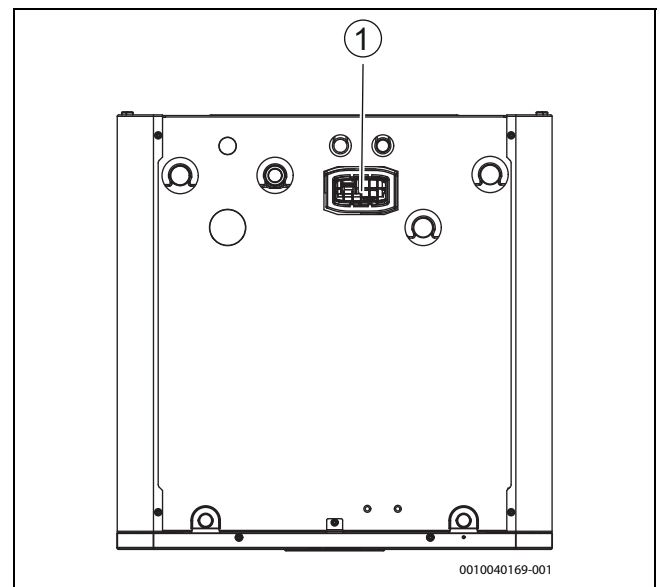

Bild 21 Connect-Key platzieren
- ▶ Modul in den Halter einsetzen (→ [1], Abbildung 21). Wenn das Modul richtig eingesetzt wurde, blinkt eine LED.